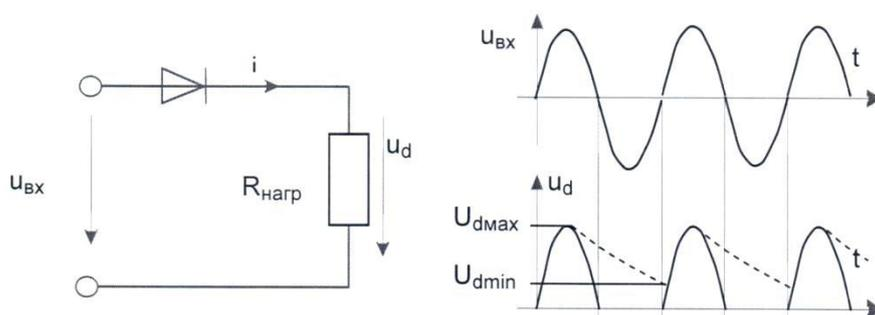
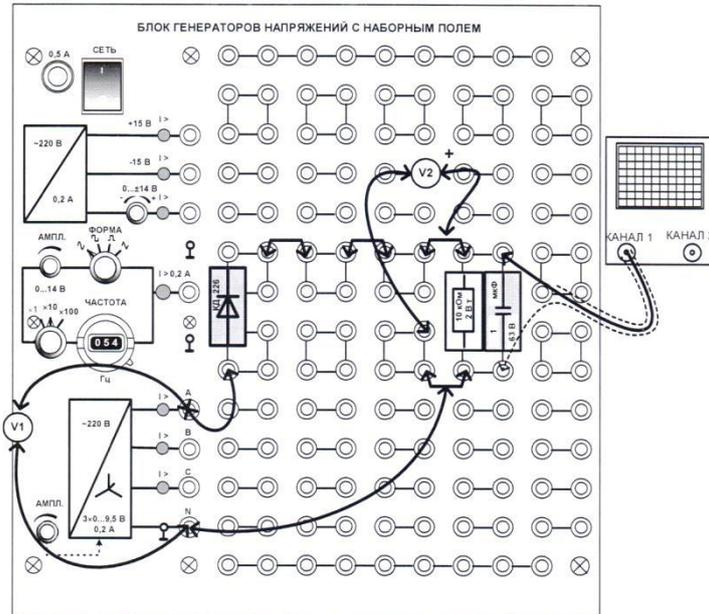

Рис. 11.1. Принципиальная схема однополупериодного выпрямителя
Рис. 11.3. Монтажная схема однополупериодного выпрямителя
5.1. Соберите цепь согласно принципиальной схеме (рис. 11.1) и монтажной (рис. 11.3) сначала без сглаживающего фильтра ( $C=0$ ). Включите мультиметры:  $V_1$  – для измерения действующего значения синусоидального напряжения,  $V_2$  – для измерения постоянного напряжения. Включите и настройте осциллограф. Установите развёртку 5 мс/дел.
6.1. В отчёте необходимо указать номер работы, тему, цель, привести принципиальные схемы (рис. 11.1; 11.2), таблицы, вывод по п. 5.6..